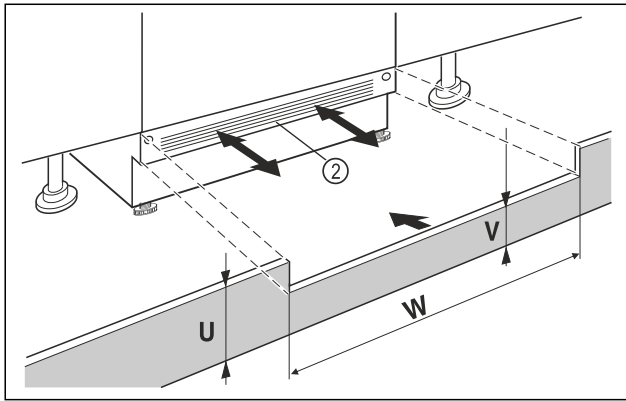

Fig. 70 Beispielhafte Darstellung
- ▶ Gerätesockelblende Fig. 70 (2) aufsetzen aber noch nicht fixieren.
- ▶ Bei sichtbarer Sockelblende Fig. 70 (2), diese so weit nach vorn ziehen, dass Vorderkante Lüftungsgitter und Möbelsockelblende eine Ebene bilden.
- ▶ Bei verdeckter Sockelblende Fig. 70 (2), diese ganz nach hinten schieben.
- ▶ Auf komplett freie Lüftungsschlitze achten: Bei Bedarf Höhe der Möbelsockelblende Fig. 70 (U) zuschneiden!
- ▶ Entlang der Nischenbreite Fig. 70 (W) die Steghöhe Fig. 70 (V) unter der Gerätesockelblende Fig. 70 (2) einpassen.